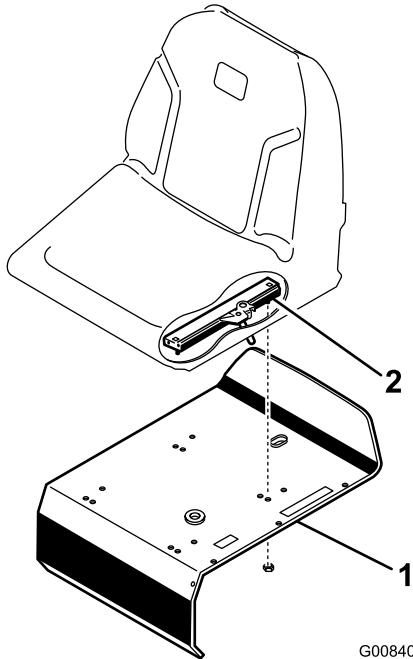

Figura 4
3. Sujete el asiento, el panel del asiento y los raíles del asiento al soporte del asiento con las contratuerzas (5/16 pulg.) (Figura 4) suministradas con las piezas sueltas.